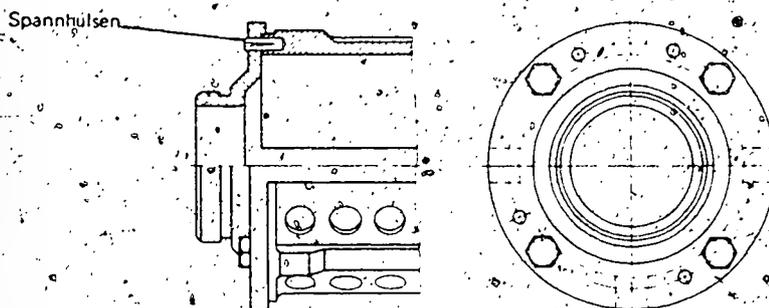

Bild 3
- 5.1 Als Abhilfe wird ab August 1974 (FD 428) eine zusätzliche Verstärkung mit 4 Spannhülsen 2 917 760 095 bei gleichzeitiger Verwendung von vier, um 4 mm verlängerten Befestigungsschrauben 2 911 071 158 eingeführt. (Bild 3).